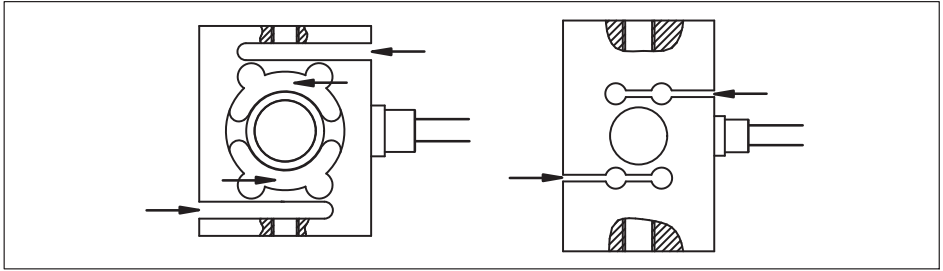

Fig. 6.1 Éviter les dépôts aux endroits signalés
*Des erreurs de mesure peuvent se produire lorsque de la poussière ou des saletés se déposent à l'intérieur des pesons. Les zones concernées sont repérées par des flèches sur la Fig. 6.1.*